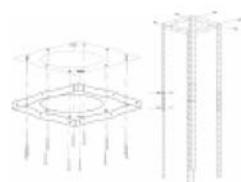

Bild.2
- Taket måste kunna bära minst 40 kg vikt och tjockleken på taket måste vara större än  $\geq 30\text{MM}$ , se bild 2. Borra 1\*170mm hål i taket.
- Använd upphängningstavlans för att borra 12 hål i taket, se bild 2. Använd 12 st ST6\*40mm stora planhuvade skruvar för att fixera upphängningstavlans på taket och sedan 8 st M4\*10 skruvar och M4 muttrar med packningar för att ansluta vinkeljärnet till upphängningstavlans, se bild 1. Beräkna längden på vinkeljärnet och använd 16 st M4\*10 stora planhuvade skruvar och M4 muttrar med packning för att ansluta till ett annat vinkeljärn (den överlappande längden för vinkeljärnen får inte vara mindre än 100MM)